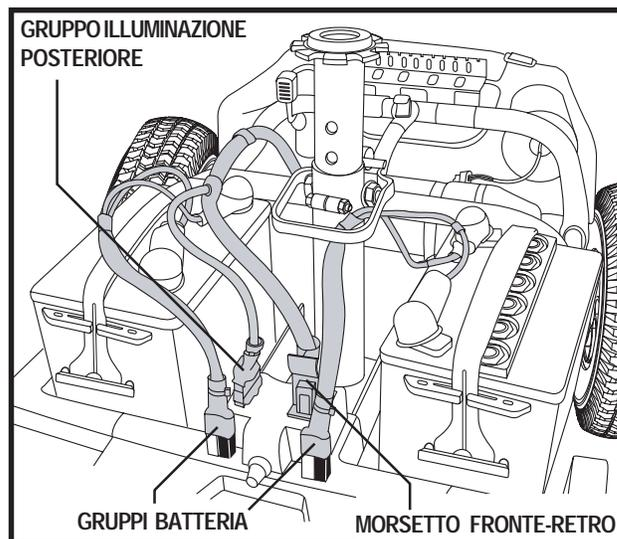

Figura 22. Collegamenti gruppo
6. Scollegare i due gruppi batteria. Sollevare ciascun gruppo direttamente verso l'alto. Vedere figura 22.
7. Collegare il gruppo anteriore-posteriore, il gruppo di illuminazione posteriore e i due gruppi batteria. Vedere figura 22.